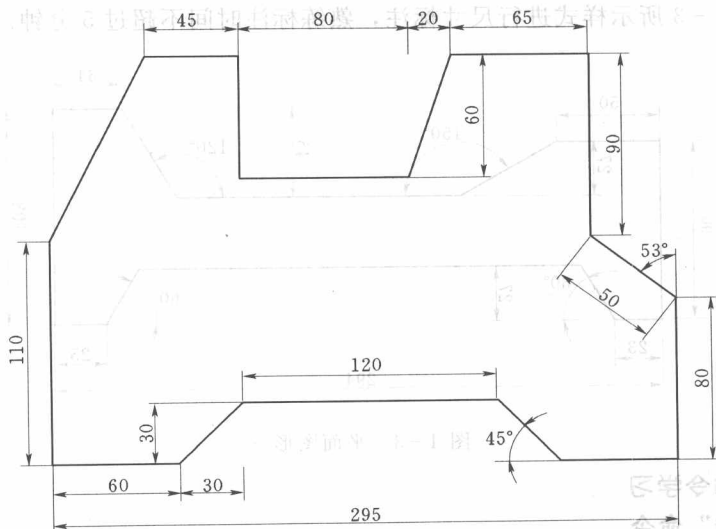

图 1-1 平面图形一
实训任务一：绘制图 1-1 所示平面图形。
- (1) 启用一次“直线”命令完成绘图，需反复训练，达到熟练作图，绘图时间不超过 3 分钟。
- (2) 新建尺寸标注样式，按图 1-1 所示样式进行尺寸标注，时间不超过 6 分钟。